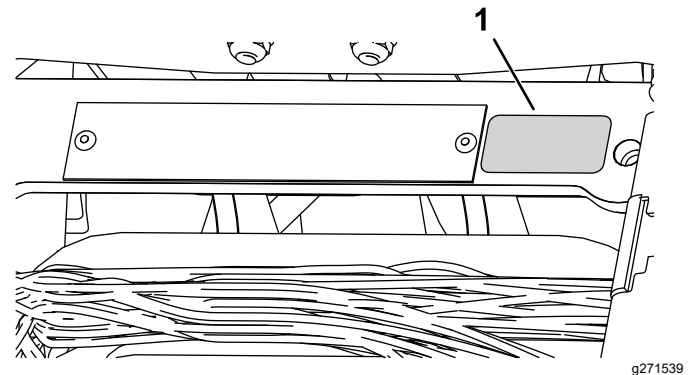

Figura 11
- Coloque o autocolante do ano de fabrico junto da placa do número de série (Figura 11).